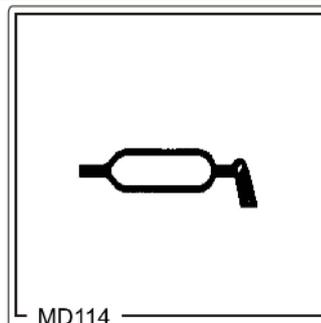

Fig. 163
21. **Super-S-Gestänge:** Entwässern Sie den Drucksensor (Fig. 163/1), indem Sie den Schlauch vom Drucksensor lösen.